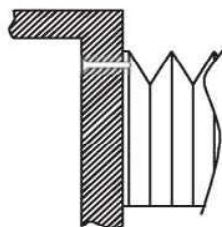

рис. 2
- мех крепится к фланцу целой складкой (рис. 2). Такое крепление возможно только в том случае, если местом, к которому присоединяется мех, является деталь станка со сквозным отверстием. В этом случае через отверстие в детали вставляется болт и ввинчивается в резьбу фланца меха.